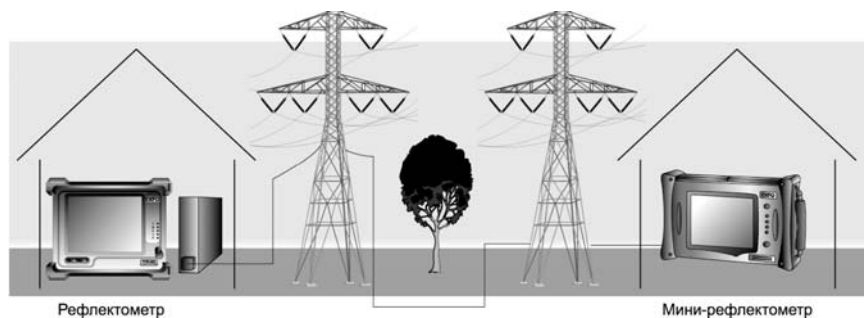

Рис. K1.5. Измерение профиля линии с использованием рефлектометра
1. Анализ профиля линии. Общую характеристику линии связи определяют с помощью рефлектометра OTDR. Целесообразно провести измерения на трех длинах волн – 1310 нм, 1550 нм и 1625 нм. Рефлектометр присоединяют к выходному кабелю. Устанавливают параметры рефлектометра в режиме «Эксперт» или используют автоматический режим измерений рефлектометра. После того как измерение проведено в одном направлении, оператор на другом конце линии может приступить к такому же измерению в обратном направлении. Затем с помощью программы ToolBox Process выполняют двунаправленный анализ линии связи. Двунаправленный анализ с помощью рефлектометра OTDR полезен для определения характера потерь в некоторых случаях, когда потери зависят от направления распространения оптического сигнала, рис. K1.5.